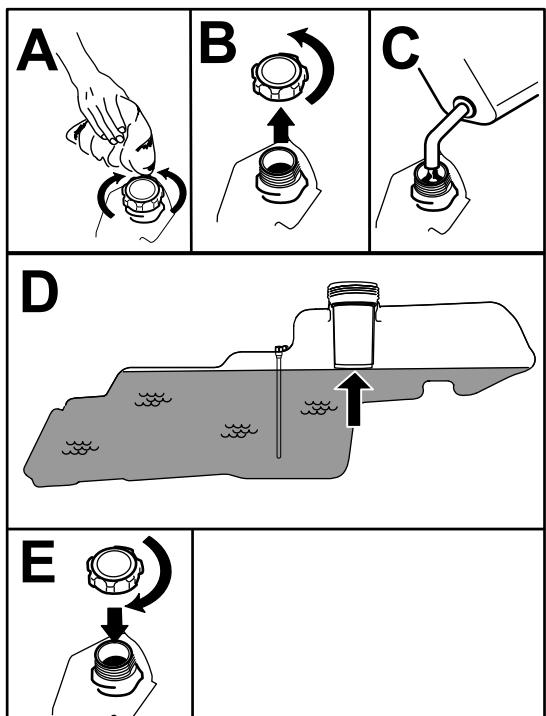

Figura 7
5. LLene el depósito de combustible hasta la parte inferior del cuello de llenado (Figura 7). No llene completamente el depósito de combustible.